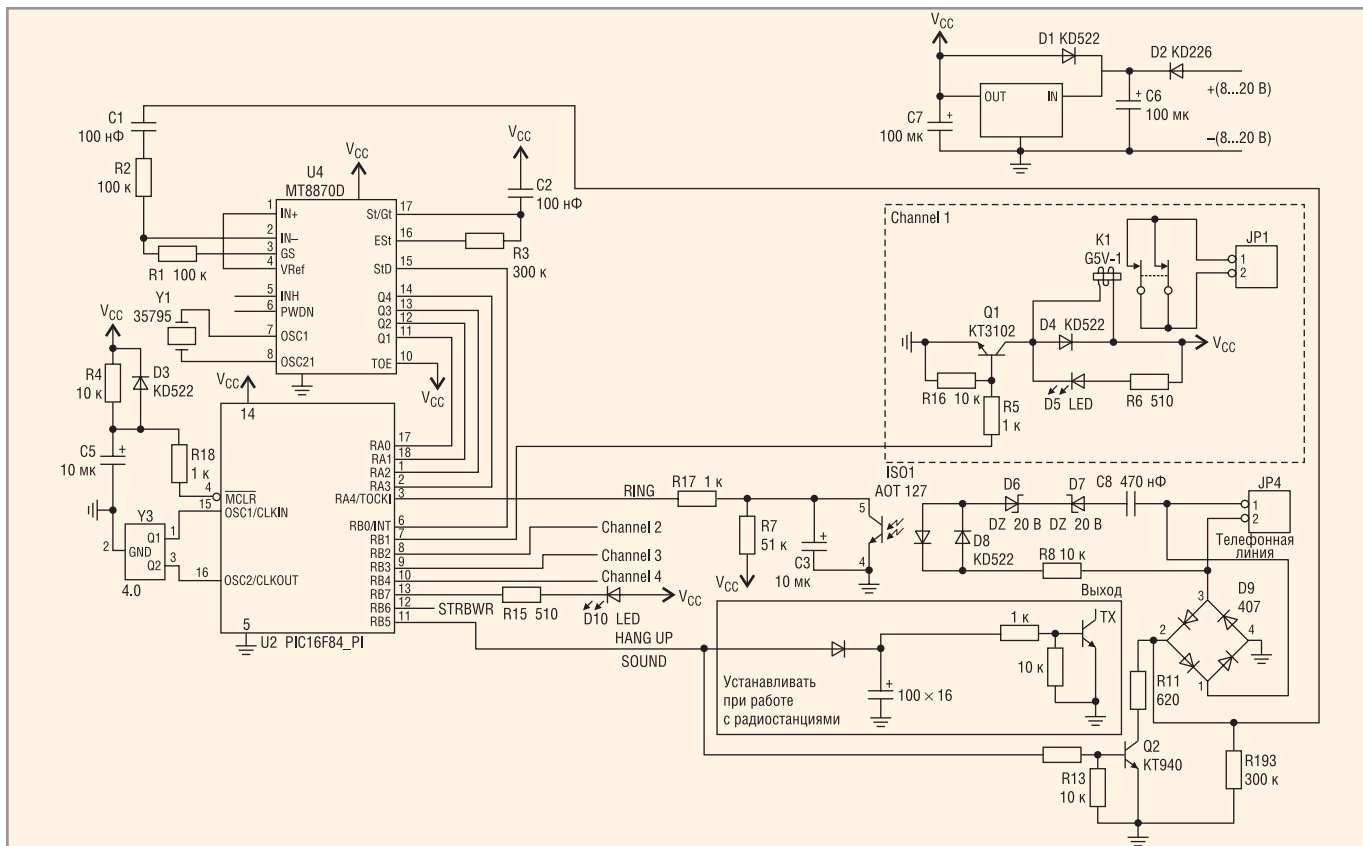

Рис. 1. Блок ТП: узел процессора и приёмника
- приёмника и центрального процессора (см. рис. 1);